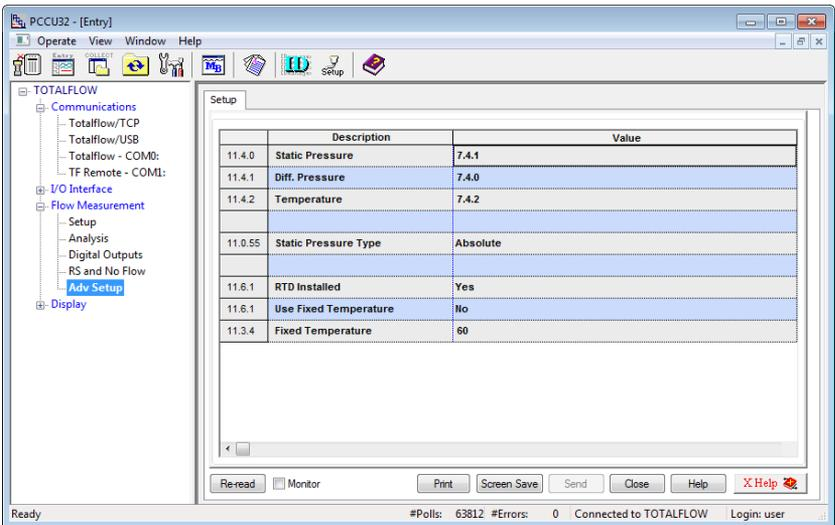

Figura 18: Aba Configuração Avançada da Medição
- Na árvore de navegação, clique em **Flow Measurement > Adv Setup** (Medição do Fluxo < Configuração Avanç) (Figura 18).